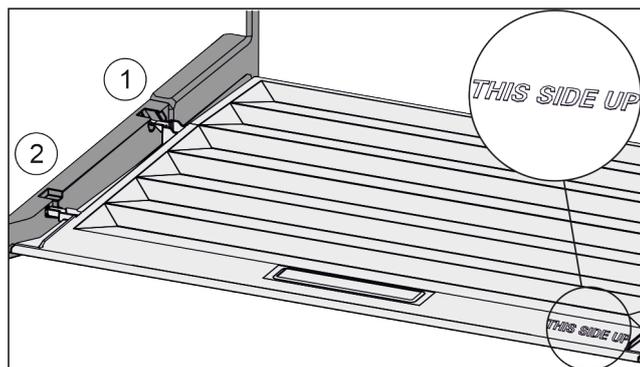

Fig. 109
- ▶ Robova predala vstavite nad odprtino zadnjega držala Fig. 109 (1), spredaj pa ju zataknete v držalo Fig. 109 (2).